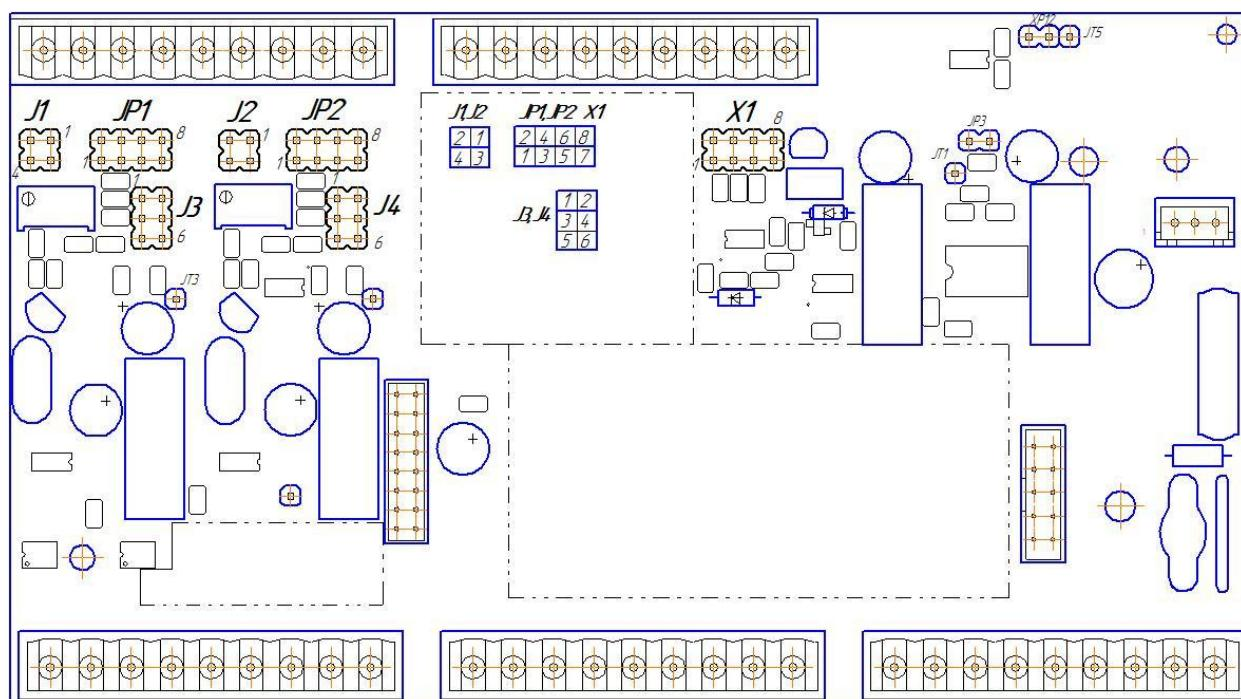

Рисунок 4.8 – Положение перемычек на плате прибора
- установить положение перемычек на модуле универсальных входов в положение согласно выбранному типу входного сигнала (таблица 4.3, рисунок 4.8).